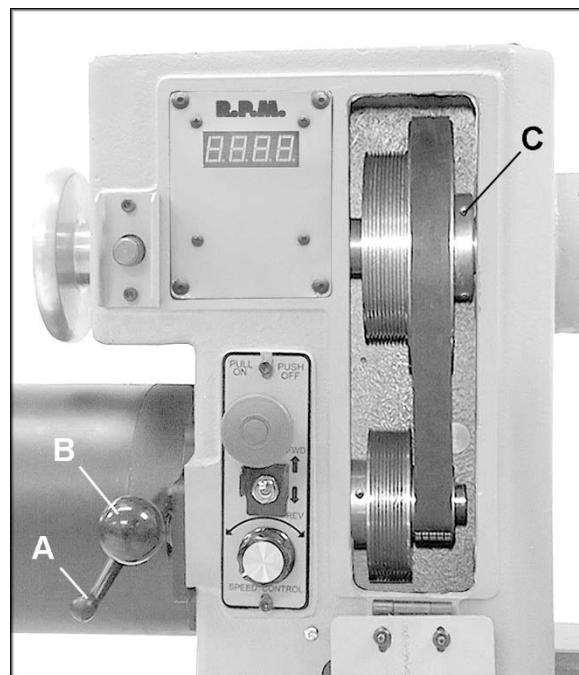

Рисунок 27
2. Ослабьте зажим подвески двигателя (А, Рис. 27) и поднимите рукоятку натяжения (В, Рис. 27), чтобы поднять двигатель.
3. Затяните зажим (А, Рис. 27), чтобы зафиксировать двигатель в данной позиции. Снимите ремень со шкивов.
7. При замене шкива шпинделя, ослабьте два установочных винта (С, Рис. 27), и сдвиньте шкив со шпинделя.